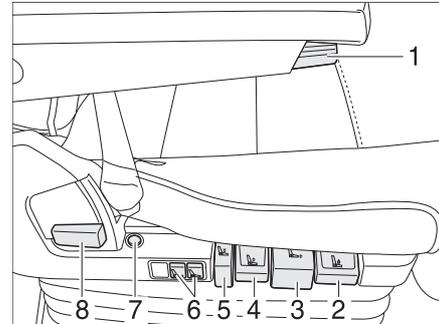

Bild 17 Bedienelemente neben dem Sitz
- Griff (Bild 17,3) nach oben ziehen.
- Wenn der Sitz nach oben fahren soll: Griff (Bild 17,4) nach oben ziehen.
- Wenn der Sitz nach unten fahren soll: Griff (Bild 17,4) nach unten drücken.
- Wenn der Sitz schnell abgesenkt werden soll: Griff (Bild 17,5) nach unten drücken. Der Sitz fährt in die unterste Position.
- Wenn der Sitz nach der Schnellabsenkung in die normale Position fahren soll: Griff (Bild 17,5) nach oben ziehen.
- Griff (Bild 17,2) nach oben ziehen. Die Dämpfung wird "weicher".
- Griff (Bild 17,2) nach unten drücken. Die Dämpfung wird "härter".
- Griff (Bild 17,8) nach oben ziehen.
- Schalter (Bild 17,6) oben drücken. Die Luftkammer füllt sich.
- Schalter (Bild 17,6) unten drücken. Die Luftkammer entleert sich.
- Rändelrad (Bild 17,1) drehen. Je nach Drehrichtung neigt sich die Armlehne nach oben oder unten.
- Den Schalter (Bild 17,7) vorn drücken. Die Sitzheizung ist eingeschaltet. Die LED am Schalter leuchtet.
- Den Schalter (Bild 17,7) hinten drücken. Die Sitzheizung ist auf schnelle Erwärmung geschaltet. Die LED am Schalter leuchtet.